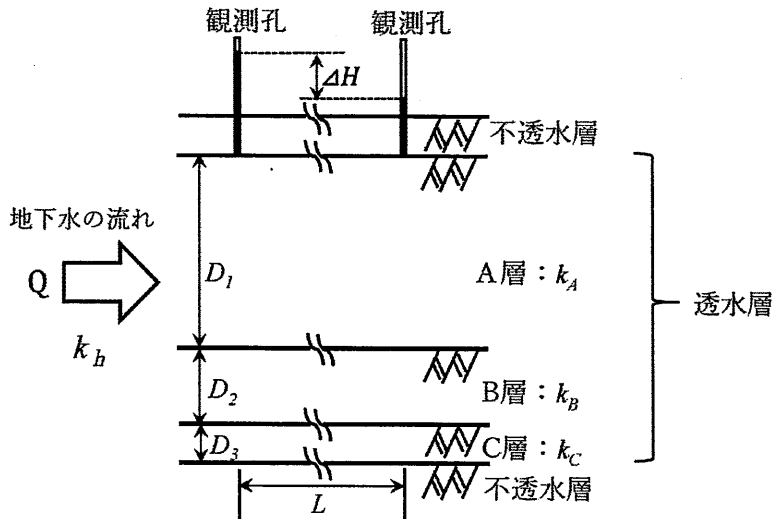

図5 水平地盤における観測孔と水頭差
(2) この水平地盤では、図5に示すように観測孔が設置されて調査が進展し、観測孔の間隔 (L)、観測孔間の水頭差 (ΔH)、各層の厚さ、各層の透水係数の値が表1に示す結果になった。この結果のもとで透水層全体における奥行き1m、1時間あたりの透水流量 Q (m^3)を求めよ。